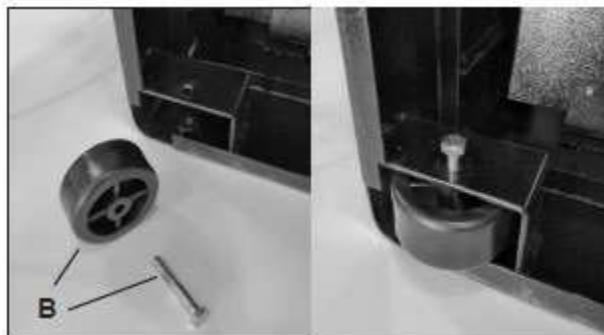

Рис. 2
4. Поставить два узла колес снизу слева основания, закрепить их двумя болтами M8 x 50 с двумя шайбами 8 мм (рис. 2, А).
5. Вставить болты с шайбами в раму и колеса, ввернуть в противоположную часть ниши под колеса (рис. 2, В).